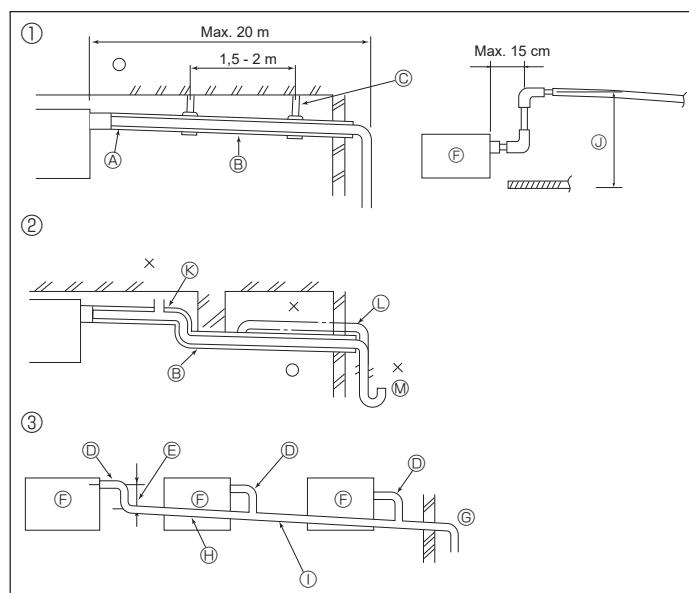
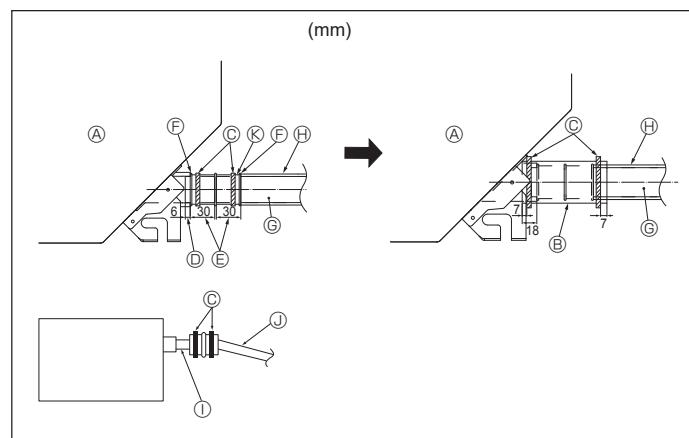

Fig. 5-1
Fig. 5-2
5.1. Installatie van Draneerbussen (Fig. 5-1)
① Juist aangelegde leidingen	⑥ Gebruik dikkere leidingen voor gegroepeerd leidingwerk.
② Onjuist aangelegde leidingen	⑦ Naar beneden lopend verval (1/100 of meer)
③ Gegroepeerd leidingwerk (grouped piping)	⑧ PVC-pijp, O.D. ø38 voor gegroepeerd leidingwerk (met tenminste 9 mm isolatie erop)
④ Isolatie (tenminste 9 mm)	⑨ Tot 85 cm
⑤ Naar beneden lopend verval (1/100 of meer)	⑩ Ontluchter
⑥ Ophangbeugel	⑪ Verhoogd
⑦ PVC-pijp, O.D. ø32	⑫ Stankafsluiter
⑧ Maak de bocht zo groot mogelijk (ongeveer 10 cm)
⑨ Hoofdunit
- Sluit de aftapbus (meegeleverd met het apparaat) aan op de afvoeropening. (Fig. 5-2)